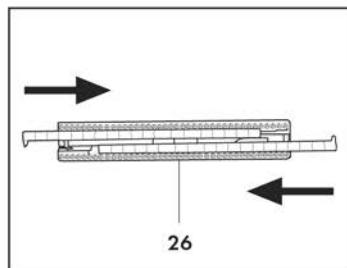

Fig. 10
Para el montaje del armazón con cerdas para moquetas y alfombras (26), introducir en las guías al efecto los cepillos rígidos con las lengüetas hacia el interior (**Fig. 10**).